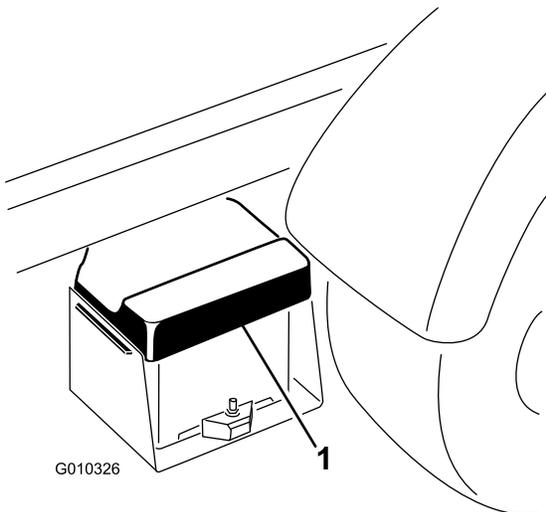

Figure 5
1. Appuyez sur le couvercle de la batterie pour dégager les pattes de la base de la batterie (Figure 5).
2. Enlevez le couvercle de la base de la batterie (Figure 5).
6. Alignez le couvercle de la batterie sur la base de la batterie (Figure 5).
7. Serrez le couvercle de la batterie, alignez les pattes sur la base de la batterie, et relâchez le couvercle de la batterie (Figure 5).